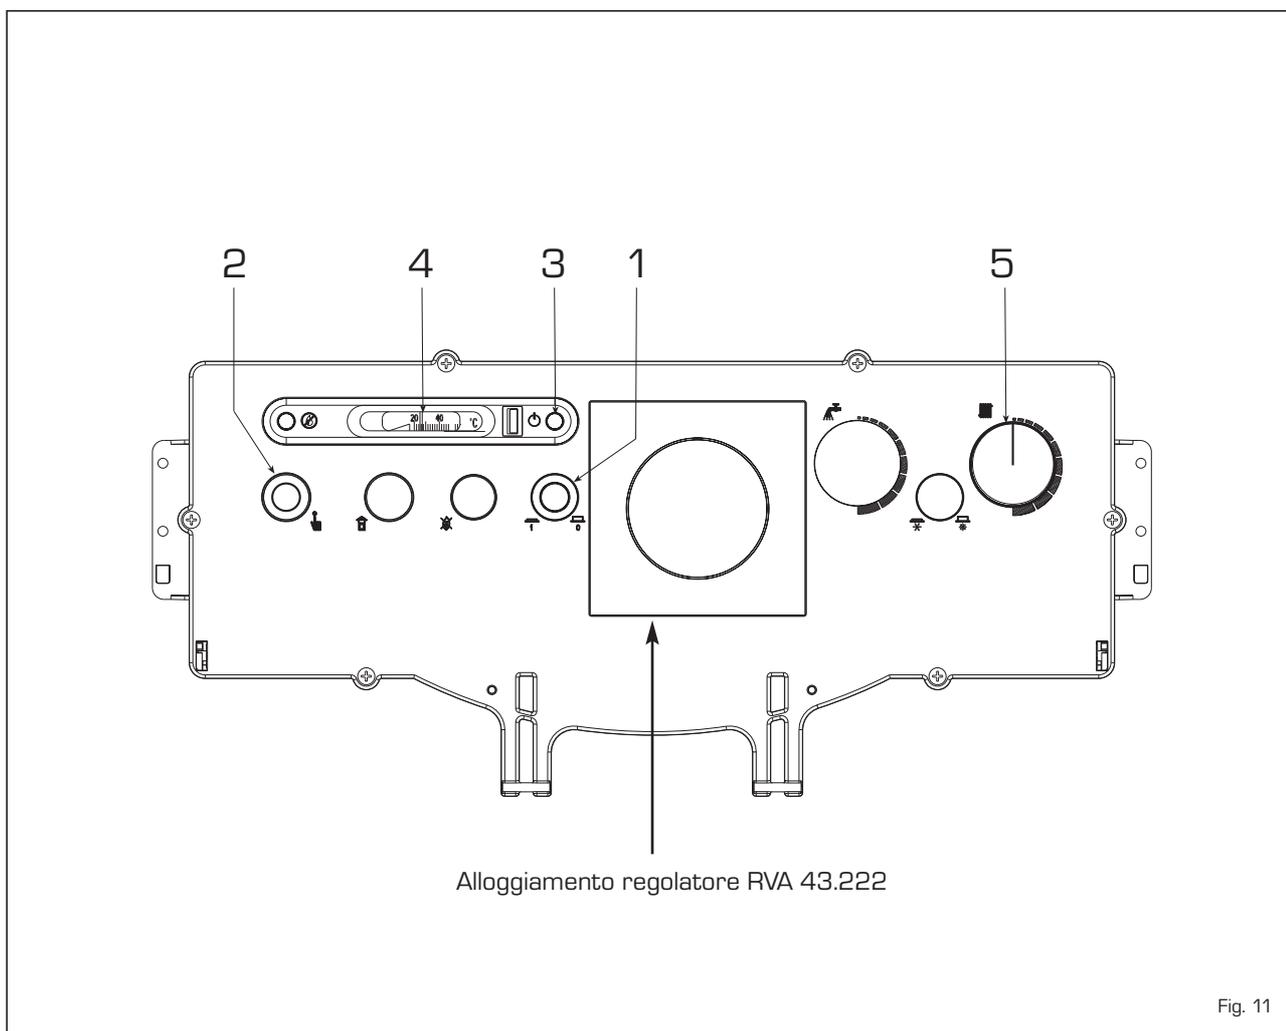

Fig. 11
tore fornito a richiesta cod. 8096303, completo di sonda temperatura esterna (SE) e sonda immersione caldaia (SC). Il regolatore si installa nel pannello comandi in sostituzione dell'apposita chiusura (fig. 11).
nel seguente modo (fig. 11):
Il termostato di sicurezza a riarmo automatico tarato a 100°C (2 fig. 11) interviene, provocando l'immediato spegnimento del bruciatore, nel caso si manifesti accidentalmente una sovratemperatura in caldaia. Attendere per il ripristino del funziona-
Per spegnere temporaneamente la caldaia togliere tensione premendo l'interruttore principale (1 fig. 11). Il non utilizzo per un lungo periodo comporta l'effettuazione delle seguenti operazioni: